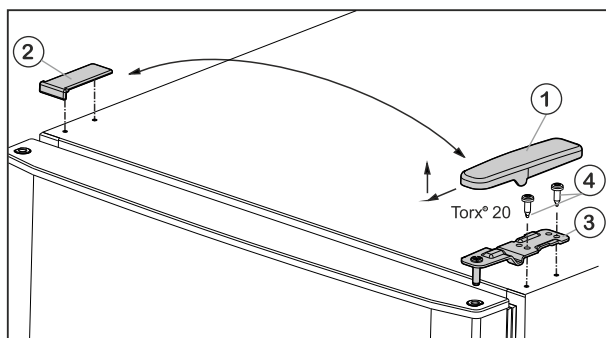

Fig. 5
- ▶ Wyjąć osłonę Fig. 5 (1) do przodu i do góry.
- ▶ Podnieść osłonę Fig. 5 (2).
- ▶ Odkręcić górną płytkę zawiasu Fig. 5 (3) (2 razy Torx® 20) Fig. 5 (4) i wyjąć ją do góry.
- ▶ Włożyć w drzwi górną płytkę zawiasu Fig. 5 (3) po nowej stronie zawiasów.
- ▶ Dokręcić górną płytkę zawiasu (z siłą 4 Nm) (2 razy Torx® 20) Fig. 5 (4). Ewentualnie użyć wkrętarki akumulatorowej.
- ▶ Założyć osłonę Fig. 5 (1) od zewnątrz odpowiednio po przeciwległej stronie i zazębnić.
- ▶ Założyć osłonę Fig. 5 (2) od góry odpowiednio po przeciwległej stronie i zazębnić.